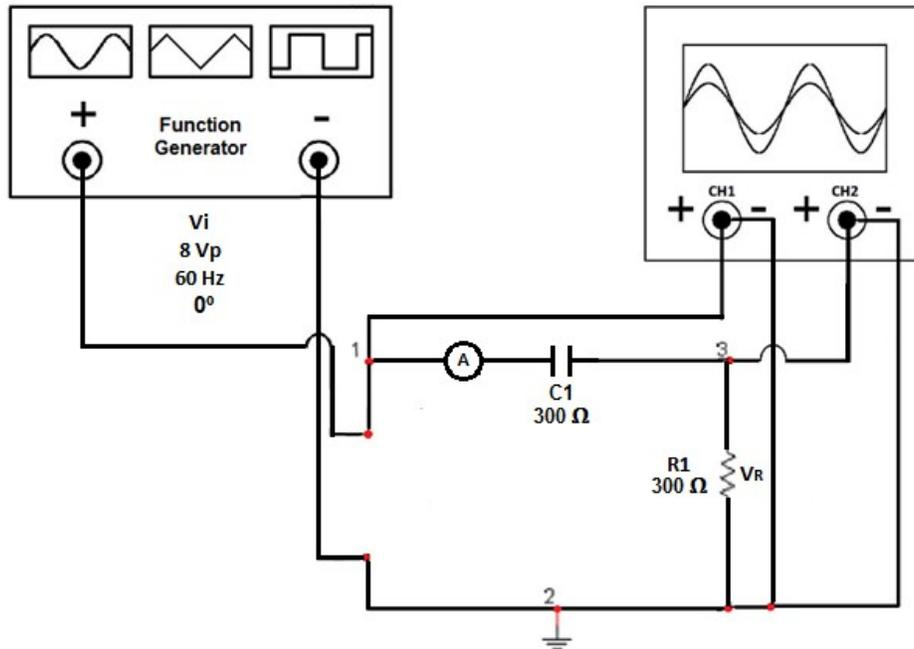

Figura 7.4
7.2.15. Arme el circuito mostrado en la figura 7.4.
7.2.17. Auxíliese del canal 1, como se indica en la figura 7.4 y suministre con el generador de funciones una onda senoidal con un voltaje pico de 8 V y frecuencia de 60 Hz.
- 7.2.19. Coloque el canal 2 o B del osciloscopio en el nodo 3, como se muestra en la figura 7.4. Mida los parámetros v_{pico} , V_{rms} , F y T de la señal de entrada con el canal 1.
- 7.2.20. Mida los parámetros v_{pico} , V_{rms} , F y T de la reactancia capacitiva (nodo 3) con el canal 2, como se muestra en la figura 7.4.
7.2.26. Sin desarmar el circuito de la figura 7.4, regrese los valores de la resistencia y la reactancia capacitiva a 300 Ω respectivamente, varíe la frecuencia con los valores mostrados en la tabla 7.6 y anote los resultados obtenidos.